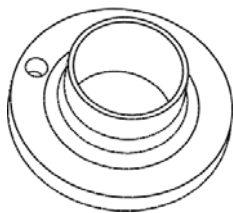

图 5-137 素材模型
- 01 打开素材库中的“第 5 章/5-15 圆周阵列圆孔.sldprt”文件，如图 5-137 所示。